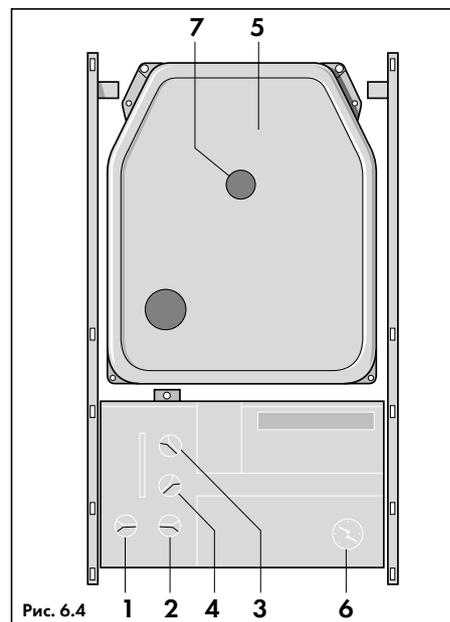

Рис. 6.4
- Проверить, правильно ли выполнен монтаж турбо-камеры (5, рис. 6.4);
- Переключатель режимов работы аппарата (2, рис. 6.4) поставить в положение "Отопление и горячая вода" ;
- Регулятор температуры горячей воды установить на максимальную температуру (4, рис. 6.4), а регулятор температуры подающей линии (3, рис. 6.4) установить в положение "9";
Если попытка зажигания оказалась безуспешной, то на панели управления котла включится красный индикатор "Сбой" (см. рис. 8.1). Как правило, это означает, что нарушена подача газа или же из газопровода не до конца удален воздух. Проверить еще раз подачу газа, после чего переключатель режимов работы (2, рис. 6.4) повернуть в положение "Разблокировать" . Будет предпринята повторная попытка розжига.
- Переключатель режимов работы аппарата (2, рис. 6.4) поставить в положение "Горячая вода" . При этом аппарат должен отключиться.
- Регулятор температуры подающей линии (3, рис. 6.4) установить в желаемое положение согласно главе 6.6.
Регулятор температуры горячей воды (4, рис. 6.4) установить на "9". Полностью открыть краны горячей воды так, чтобы аппарат работал с полной нагрузкой;
Включить режим "Отопление и горячая вода" . Установить регулятор температуры подающей линии (3, рис. 6.4) на "9". Разъединить разъём датчика NTC (3, рис. 7.3);
- Включить режим "Отопление и горячая вода" . Установить регулятор температуры подающей линии (3, рис. 6.4) на "9" и добиться включения аппарата в режиме отопления:
Регулятор температуры горячей воды (4, рис. 6.4) установить на "9";
Включить режим "Отопление и горячая вода" . Установить регулятор температуры подающей линии (3, рис. 6.4) на "9";
- Установить переключатель режимов работы аппарата (2, рис. 6.4) в желаемое положение  или . Установить в желаемое положение регулятор температуры подающей линии (3, рис. 6.4);
Установить в желаемое положение регулятор температуры горячей воды (4, рис. 6.4) (См. гл. 9.3).